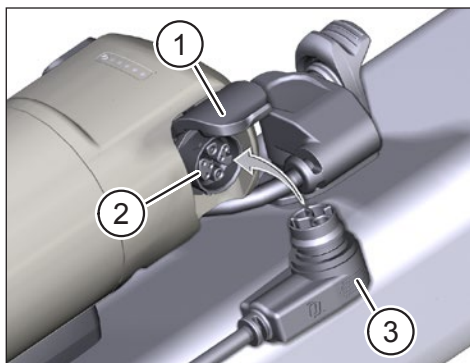

Fig. 9: Cargar Range Extender
- Despliegue la tapa (Pos. 1 en Fig. 9) del puerto de carga del Range Extender.
- Compruebe que los terminales del puerto de carga (Pos. 2 en Fig. 9) no tengan suciedad y límpielos si es necesario.
- Introduzca la clavija de carga (Pos. 3 en Fig. 9) del cargador en el puerto de carga de la Range Extender.